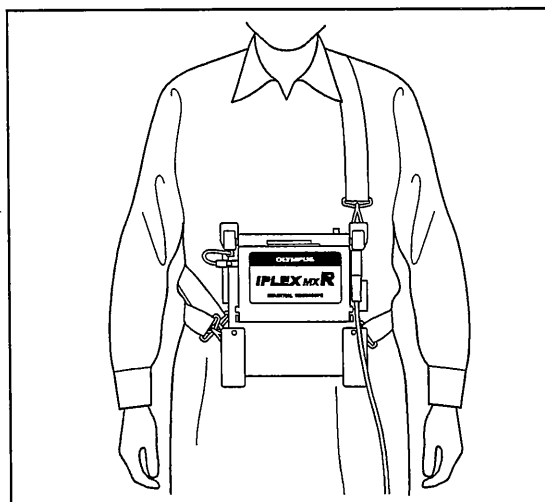

図 3.24
3. 肩ベルトを用い、本体を装着します。(図 3.24 参照)